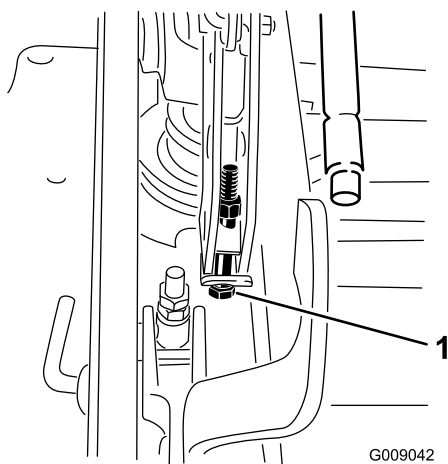

Figura 86
13. Si la plataforma está demasiado baja, apriete el perno del ajuste de un solo punto girándolo en el sentido de las agujas del reloj. Si la plataforma está demasiado alta, afloje el perno del ajuste de un solo punto girándolo en el sentido contrario a las agujas del reloj (Figura 86).